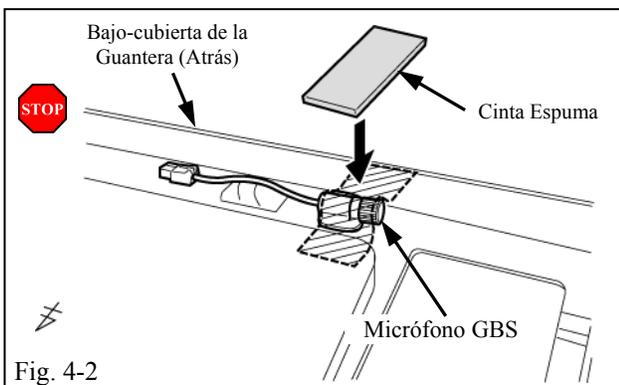

Fig. 4-2
- (c) Aplique una pieza de Cinta Espuma al Micrófono GBS como se muestra. (Fig. 4-2)
(1) Jale la parte suave Blanca.
(2) No cubra la apertura del Micrófono.